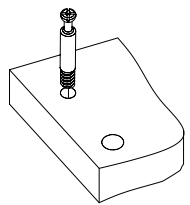
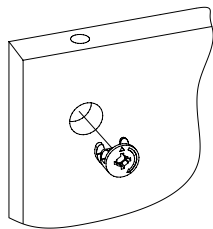

Рис.1
Рис.2
1. Подготовьте детали к сборке. Вкрутите шпильки минификсов в детали 1, 2, 3, 4 и деталь 1 от ИЗ-500 (Рис. 1). Затем вставьте головки минификсов в детали 2, 3, 4, 5, 6, 7, 9 (Рис. 2).